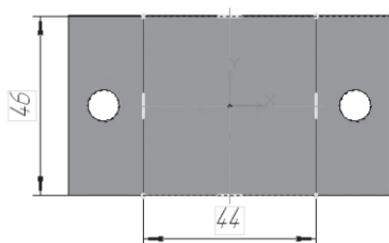

Рис. 197
-  – **Прямоугольник по центру и вершине**. Укажите начало координат, на панели **Свойств** выберите команду **С осями** и постройте прямоугольник высотой 46 мм и шириной 44 мм (рис. 197);